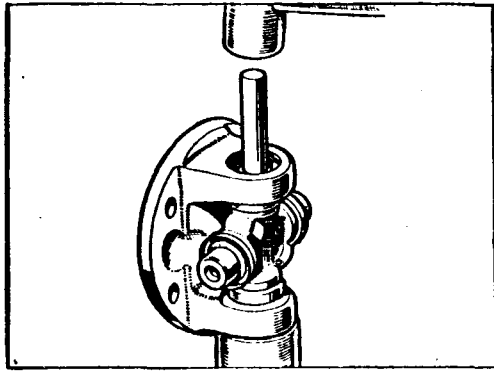

Fig. D-12 Desmontaje de la cruceta
- 1.8. Apoyar sobre un trozo corto de tubo de diámetro apropiado (ligeramente superior al de rodamiento), y desmontar los dos cojinetes restantes con un bastidor de latón (Fig. D-12)